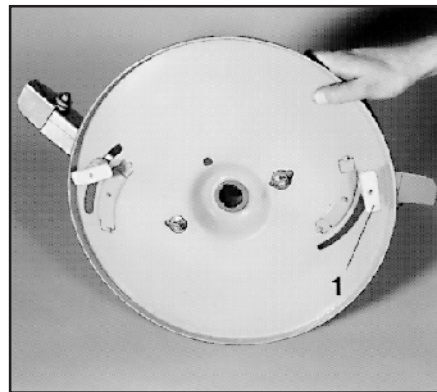

Fig. 7.11
- lossa de båda vingmuttrarna (bild 7.11/1) under spridartallrikarna och drag åt dem igen efter inställning,